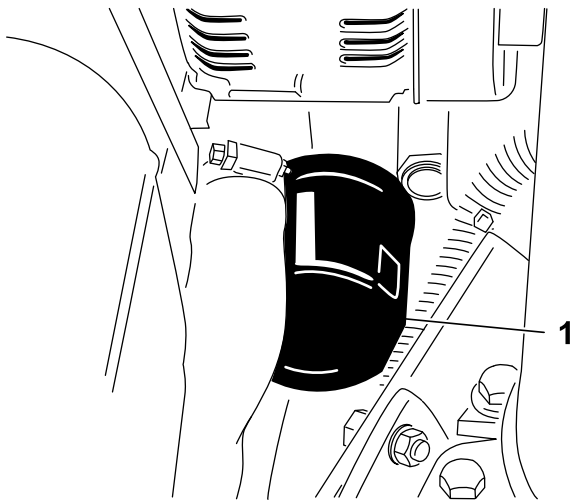

**Bild 44**
1. Entfernen Sie eine der Ablassschrauben (Bild 44) und lassen Sie das Öl in die Auffangwanne ab. Schrauben Sie die Ablassschraube wieder ein, nachdem das Öl abgelassen ist.